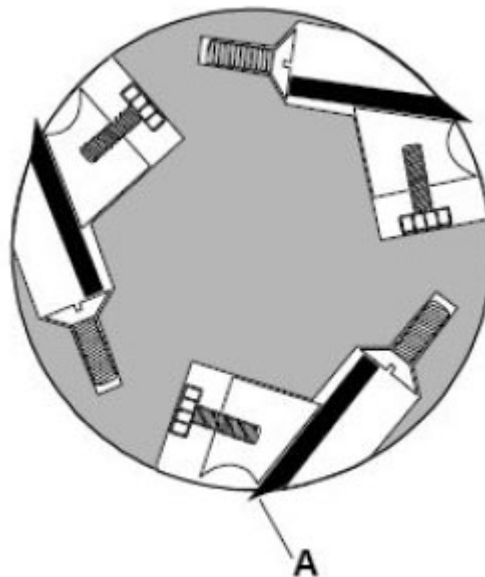

Abbildung 14
2. Drehen Sie die Messerwelle so, dass sich eine der Messerklingen (A, Abb. 14) in der 6-Uhr-Position befindet.